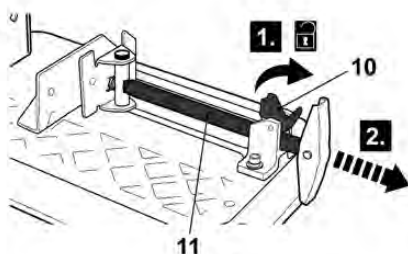

Fig. 7
- > Deblocați maneta de deblocare (10) și trageți menghina (11) în afară (Fig. 7).